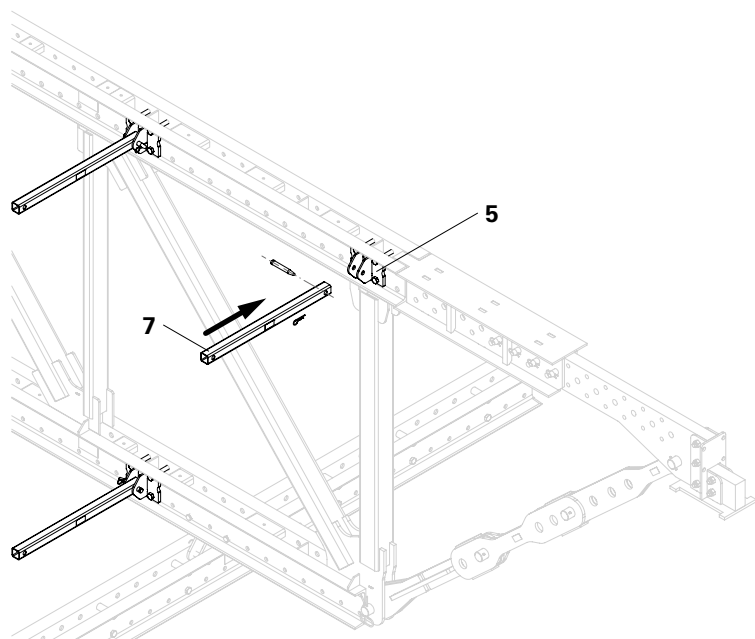

Fig. A3.05
- Se a questa trave singola si accoppia una trave singola o un kit di travi, montare le aste di connessione (7) sul kit di travi. Ciò facilita il montaggio dei kit sul luogo di impiego. (Fig. A3.05)